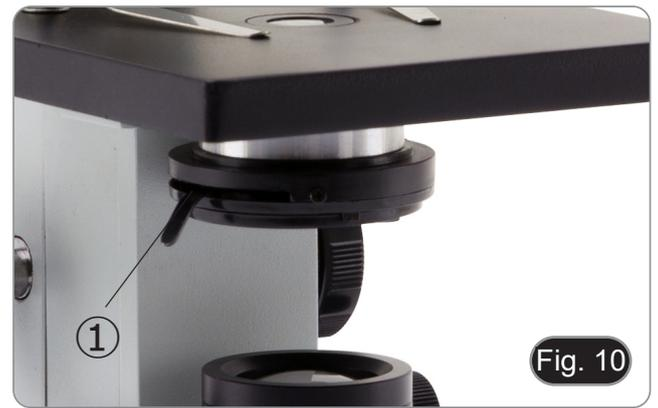

Fig. 10
- Der numerische Öffnungswert (A.N.) der Aperturblende beeinflusst den Kontrast des Bildes. Das Erhöhen oder Verringern dieses Wertes in Abhängigkeit von der numerischen Apertur des Objektivs ändert die Auflösung, den Kontrast und die Tiefenschärfe des Bildes. Bewegen Sie den Blendenhebel ① (Fig. 10) nach rechts oder links, um den A.N. Wert zu erhöhen oder zu verringern.